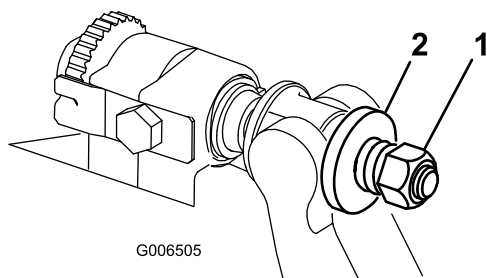

Bild 27
4. Ziehen Sie die Federspannungsmutter an, bis die Feder zusammengedrückt ist, drehen Sie sie dann eine halbe Umdrehung heraus (Bild 27).